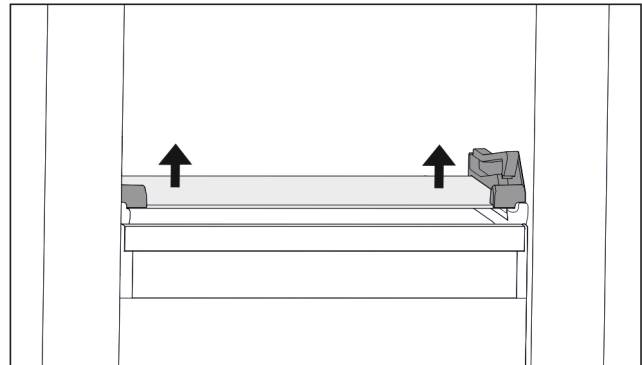

Fig. 131 Glasplatte des abklippbaren Schubfachs
- ▶ Glasplatte von unten beidseitig nach oben drücken. (siehe Fig. 131)